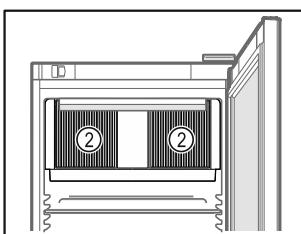

Fig. 41
- Cirkulācijas gaisa ventilatora ventilācijas spraugas Fig. 41 (2) iekšējā nodalījumā turiet brīvas.